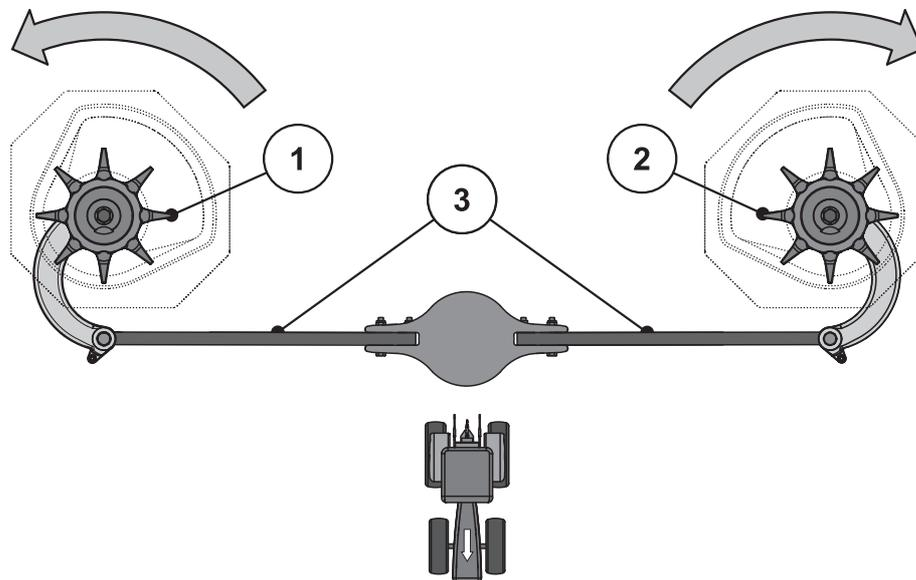

Figure 9.8 : Contrôler le mécanisme de commande de l'agitateur
2. Tourner manuellement la tête de l'agitateur **dans le sens de rotation du disque d'épandage**. Se référer à la figure 9.8.
3. Tourner avec force, manuellement ou à l'aide d'un ruban de filtre à huile, la tête de l'agitateur **dans le sens contraire au sens de rotation du disque d'épandage**. Se référer à la figure 9.8.